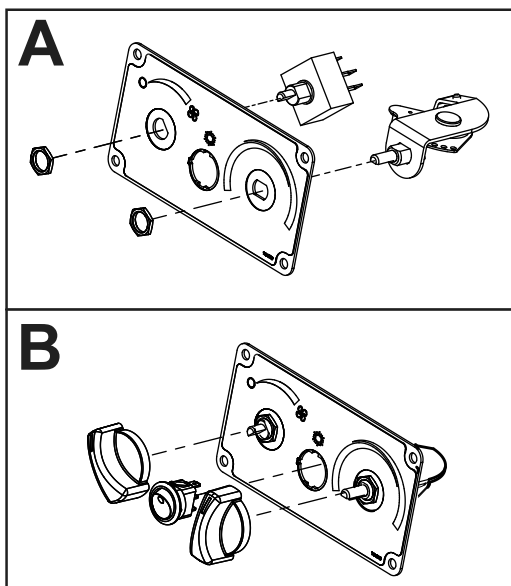
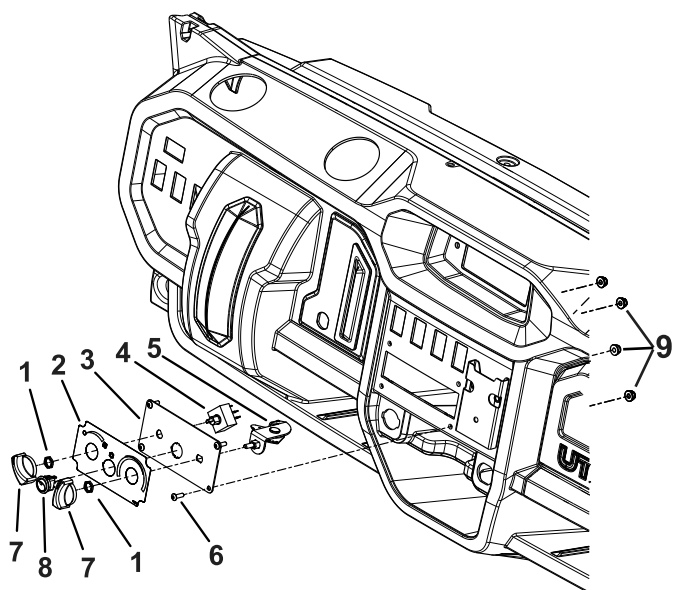

Bild 5
Bild 6
4. Montieren Sie die 2 Schalter mit Knöpfen mit 2 Schaltermuttern (7/16") auf dem Bedienfeld, wie in Bild 5 und Bild 6 dargestellt.
5. Montieren Sie den Klima-Wippschalter am Bedienfeld (Bild 5 und Bild 6).
6. Montieren Sie einen Knopf über jedem Schalter (Bild 5 und Bild 6).